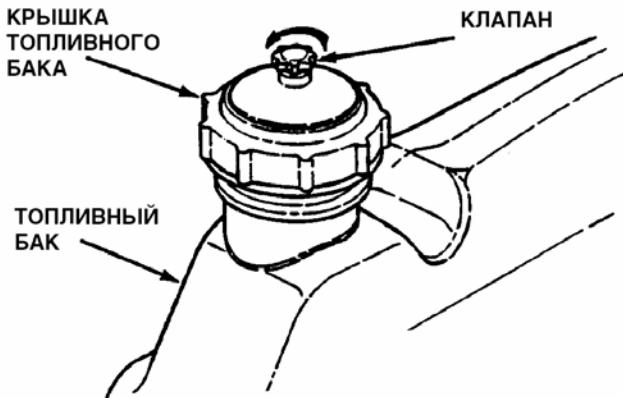

Рис. 2.2
- 7) Залейте бензин в бак, предварительно выкатив райдер на открытый воздух, чтобы обеспечить рассеивание паров бензина. Плотнo затяните крышку бензобака после заправки. См. руководство по эксплуатации двигателя. См. рис. 2.2.
4. Откройте клапан крышки топливного бака, повернув его против часовой стрелки. **ВАЖНО:** Несоблюдение данного правила может вызвать остановку двигателя. См. рис. 2.2.